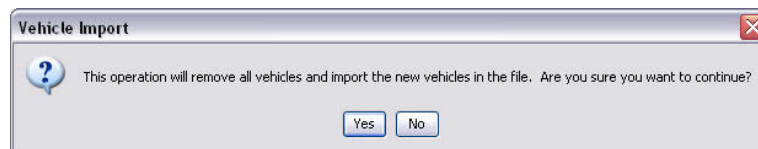

FIG. 157
2. Er verschijnt een waarschuwing zoals in FIG. 157, waarin wordt gemeld dat voertuigen die reeds aan de groep werden toegevoegd zullen worden vervangen door de voertuigen van het geïmporteerde bestand.